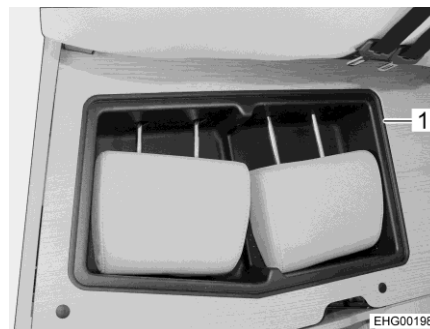

Fig. 17 Bandeja de almacenamiento (banco)
- ▷ Debajo del cojín del asiento del banco se encuentra una bandeja de almacenamiento (Fig. 17,1) para los reposacabezas.